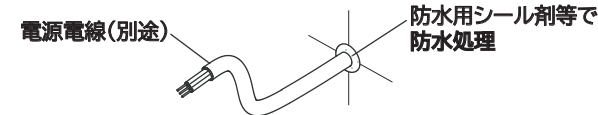

図 6
- ・取付けは、同梱の防水・絶縁ブッシュを使用し、取付ネジで確実に固定してください。(図 6)